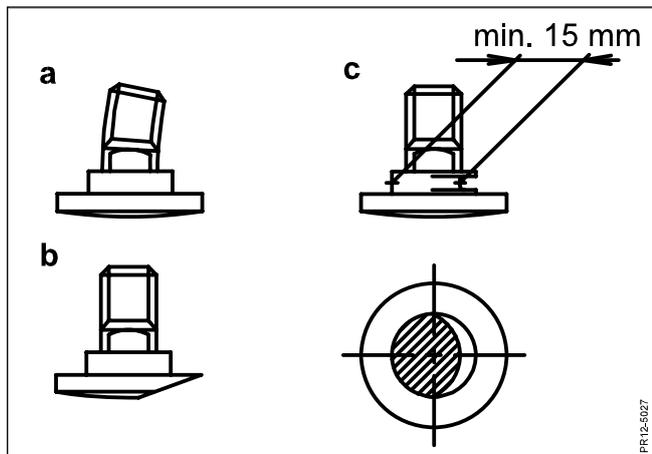

Fig. 6-6
- Fig. 6-6 Les boulons de couteaux doivent être remplacés si: